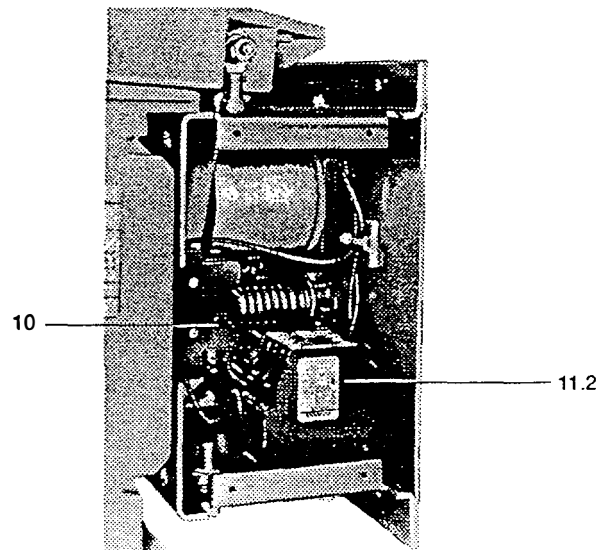

Fig. 5
- ① am Hilfsschütz 11.2 Kontakt 18
- ② am Gleichrichtermínuspol
- ④ am Hilfsschütz 11.2 Kontakt 18
- ⑤ am Hilfsschütz 11.2 Kontakt 48 (Hilfsschütz 11.2 s. Fig. 5)
- ① at relay contactor 11.2, contact 18
- ② at rectifier negative pole
- ④ at relay contactor 11.2 contact 48
- ⑤ at relay contactor 11.2 contact 48 (see Fig. 5 for relay contactor 11.2)
(Hilfsschütz 11.2 s. Fig. 5)
(see Fig. 5 for relay contactor 11.2)
- Hilfsschütz 11.2 (Fig. 5) auf die Tragschiene aufsetzen und verriegeln
- Hilfsschalter 10 (Fig. 5) mit einer Schwenkbewegung in den Befestigungswinkel einrasten lassen (Stößel des Hilfsschalters taucht in Führung ein) und festschrauben
- Place relay conductor 11.2 (Fig. 5) on the support and lock in position